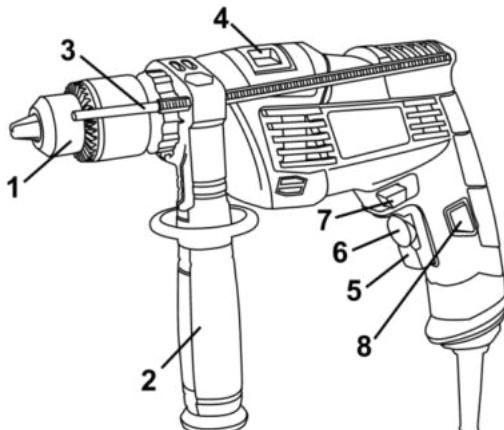

Рисунок 1
Виріб має два режими свердління: ударно-обертальний і обертальний. Перемикання режимів роботи виробу здійснюється переведенням перемикача (4) (див. рис.1) У крайні позиції до
4.2 Виберіть необхідний режим роботи виробу за допомогою перемикача (4) (див. рисунок 1). Перемиканням режимів роботи виробу здійснюється переведенням перемикача (4) (див. рис.1) з одного крайнього положення в інше в бік відповідного символу режиму роботи:
- ударно-обертальний режим - перемикач (4) повинен бути переведеним до упору у бік символу ;
- обертальний режим - перемикач (4) повинен бути переведеним до упору у бік символу .